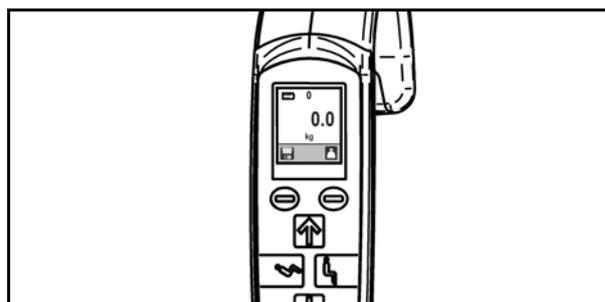

Fig. 59
2. Si, à la mise sous tension, la toile est déjà installée sur la traverse, le Maxi Move s'est déjà mis automatiquement au zéro, et a tenu compte du poids de la toile (voir Fig. 59).